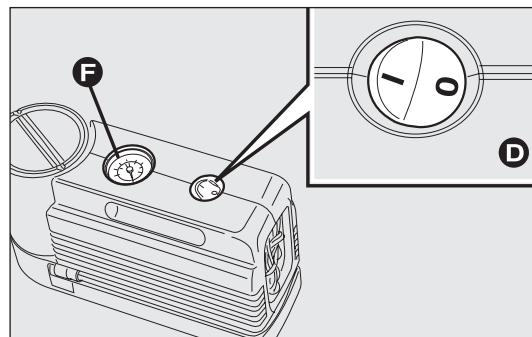
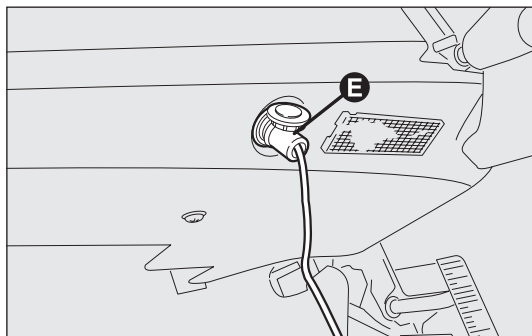

fig. 153
fig. 154
- ❑ asegúrese de que el interruptor D-fig. 153 del compresor esté en posición 0 (apagado), ponga en marcha el motor, conecte el enchufe E-fig. 154 en la toma de corriente más cercana y accione el compresor colocando el interruptor D-fig. 153 en posición 1 (encendido). Infle el neumático de acuerdo con la presión indicada en el apartado “Presiones de inflado”, en el capítulo “Características técnicas”.
Para obtener una lectura más precisa, se recomienda controlar el valor de la presión en el manómetro F-fig. 153 con el compresor apagado;